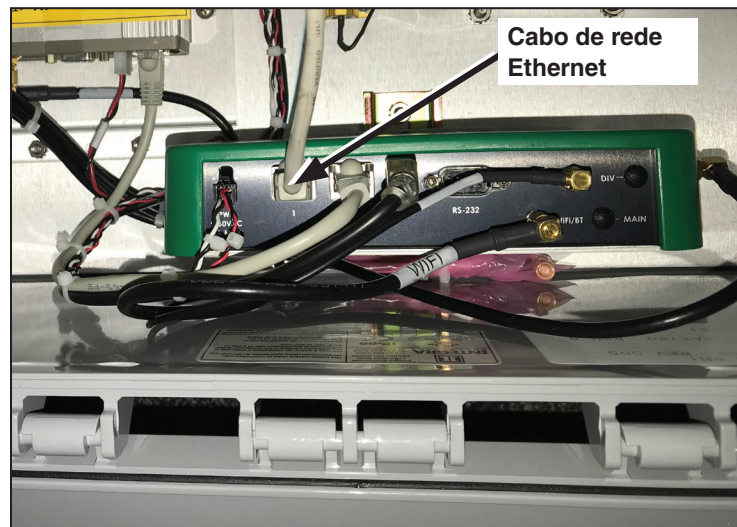

Figura 2. Conexão de um cabo de rede Ethernet ao módulo de controle do gateway.
PASSO 1. Insira um cabo de rede Ethernet Categoria 5 no computador. Conecte a outra ponta do cabo à Porta 1 Ethernet do módulo de controle do gateway (caixa verde) dentro da caixa do gateway de comunicação. Ver Figura 2.